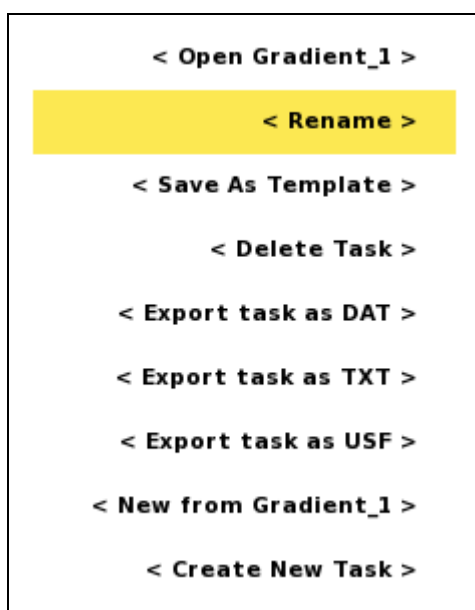

Figure 22. Menú de Opciones de Tareas con el objeto Rename resaltado
- Mover el resaltador a <Rename> (Figure 22)